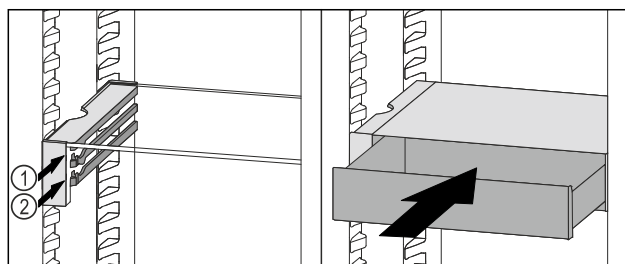

Fig. 119
- ▶ Sæt VarioSafe-skuffen ind bag stoppene på den ønskede ribbe Fig. 119 (1) eller Fig. 119 (2).